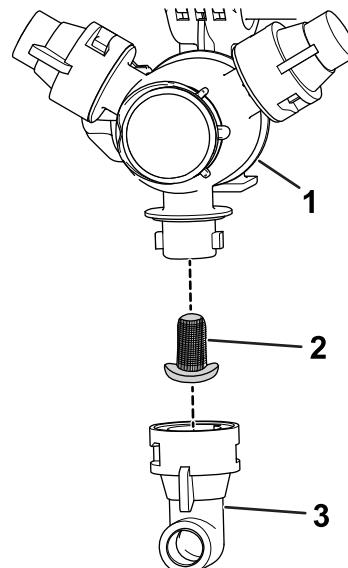

Рисунок 115
- Снимите сопло с поворотной распылительной головки (Рисунок 115).
| 3. Снимите старый фильтр сопла (Рисунок 115). | |
- Снимите старый фильтр сопла (Рисунок 115).
- Установите новый фильтр сопла (Рисунок 115).
- Установите сопло на поворотную распылительную головку (Рисунок 115).